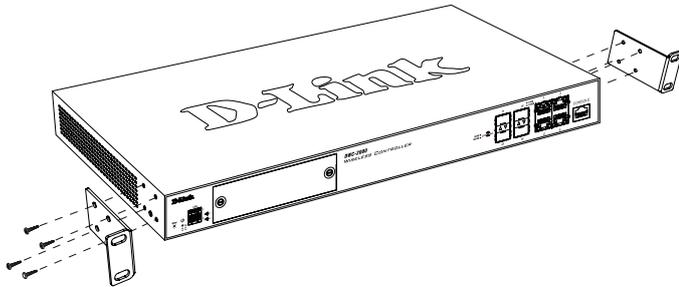

Abbildung 5. Rackbefestigungsklammern
1. Bringen Sie die Befestigungsklammern an den beiden Seiten des Gehäuses an, wie in **Abbildung 5** gezeigt, und fixieren Sie sie mit den mitgelieferten Schrauben.